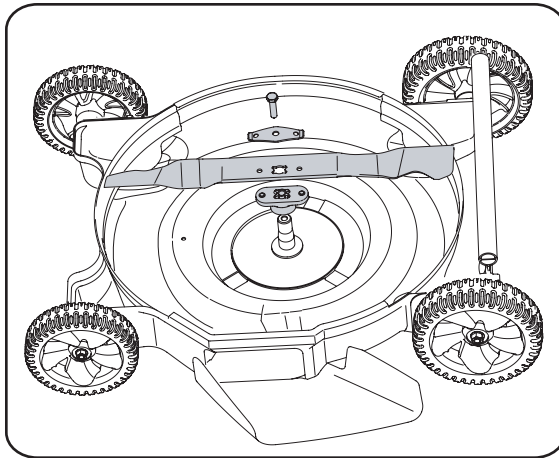

Figure 5-2
3. Enlevez le boulon et le support de la lame qui maintiennent la lame et l'adaptateur sur le vilebrequin. Voir la Figure 5-2.
9. Placez l'adaptateur de la lame sur le vilebrequin, «l'étoile» à l'opposé du moteur. Voir la Figure 5-2. Placez la lame, le côté sur lequel la mention «Bottom» (ou le numéro de pièce) apparaît, à l'opposé de l'adaptateur. Alignez le support de la lame sur celle-ci en enfonçant les pattes dans les trous de la lame, puis insérez le boulon hex.